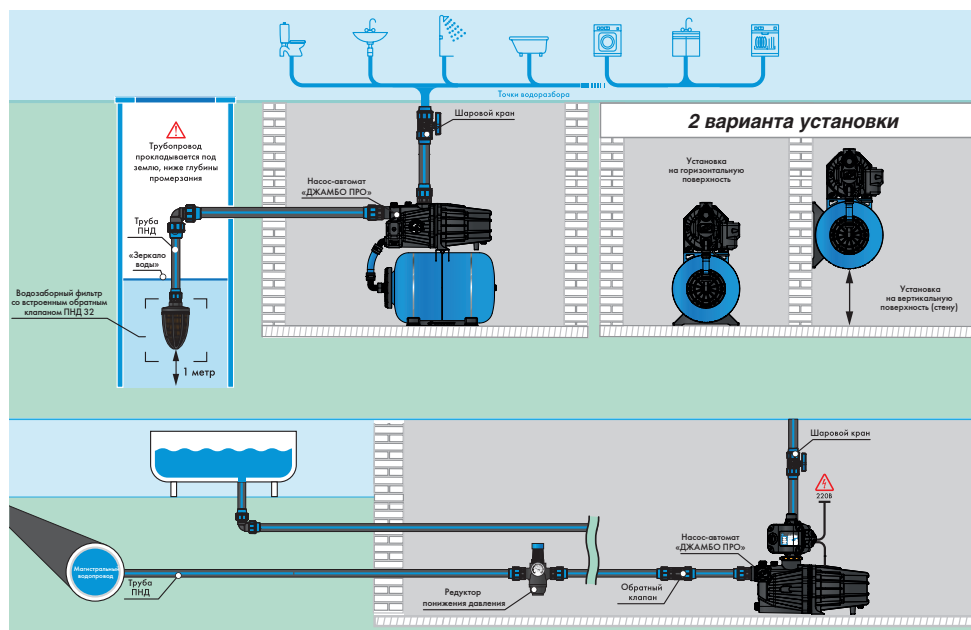

Рисунок 8
5.3. Возможная схема подключения насоса (рисунок 8)